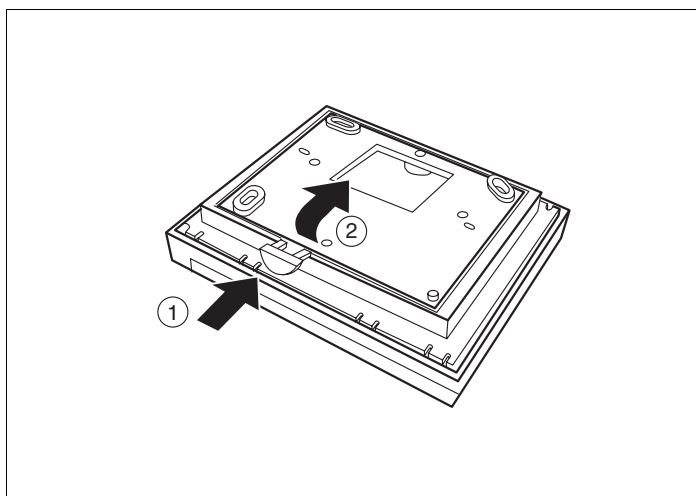

Рис. 2 Снять комнатный регулятор с монтажной пластины
- Нажать деблокирующую кнопку на нижней стороне монтажной пластины (рис. 2, поз. 1).
- Снять монтажную пластину по направлению стрелок (рис. 2, поз. 2).